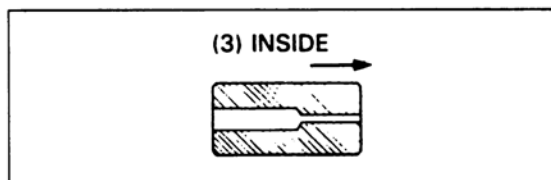

Bild 82
- Öldüse mit neuem O-Ring einsetzen. Enge Bohrung weist nach innen (Bild 82).